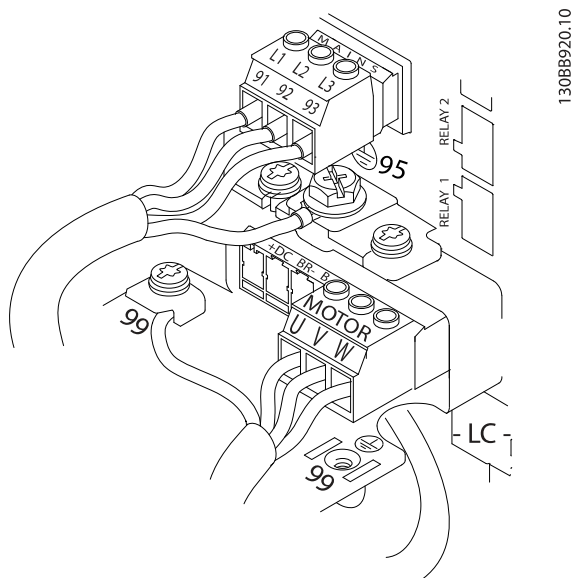

Abbildung 3.7 Beispiel für die Verdrahtung von Motor, Netz und Erdung
In *Abbildung 3.7* wird der Netzeingang, Motor und die Erdung für Frequenzumrichter dargestellt. Die jeweiligen Konfigurationen ändern sich je nach Einheit und optionaler Ausrüstung.
- Schließen Sie die 3 Phasen des Netzeingangs an die Klemmen L1, L2 und L3 an (siehe *Abbildung 3.7*).